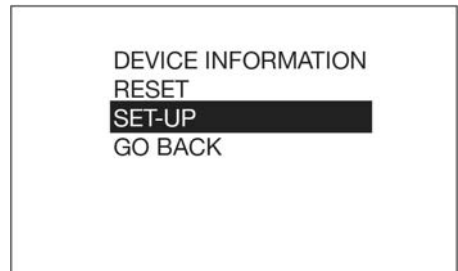

FIG. 13
2. Use el botón de flecha ARRIBA o ABAJO del teclado para resaltar la opción de configuración (SET-UP) (FIG. 13) y pulse el botón INTRO central en el teclado para seleccionar dicha opción.